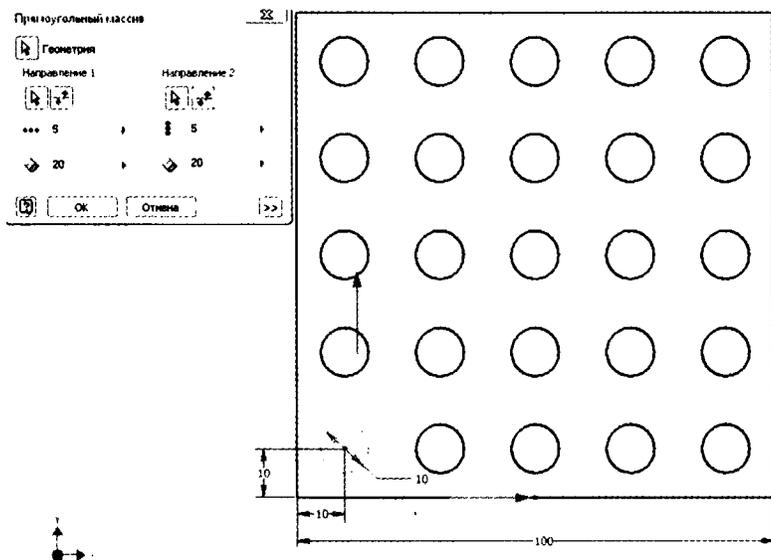

Рис. 3.10. Создание массива отверстий
9. Установите количество элементов – 5 и интервал 20 мм, как показано на рис. 3.10.